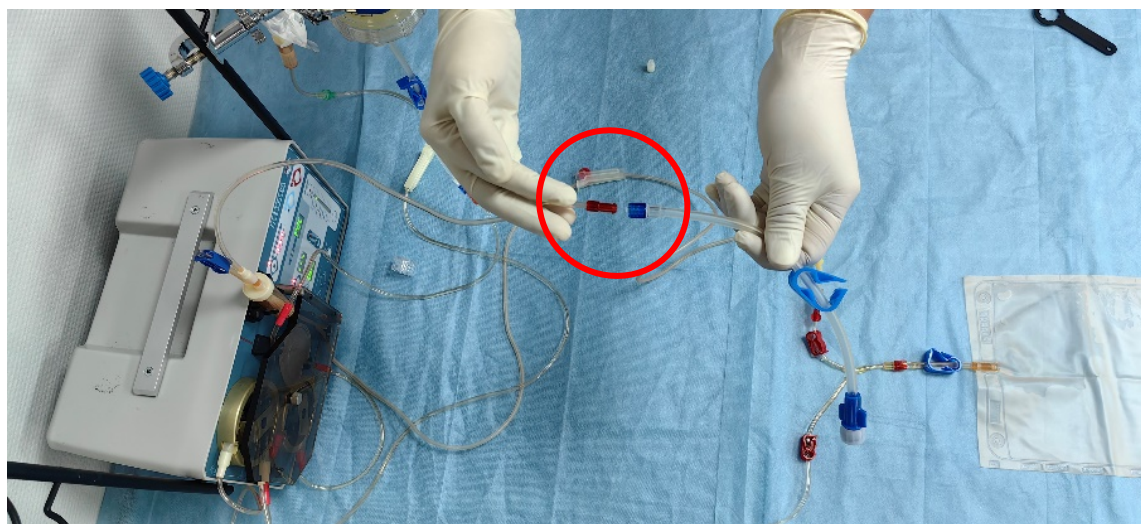
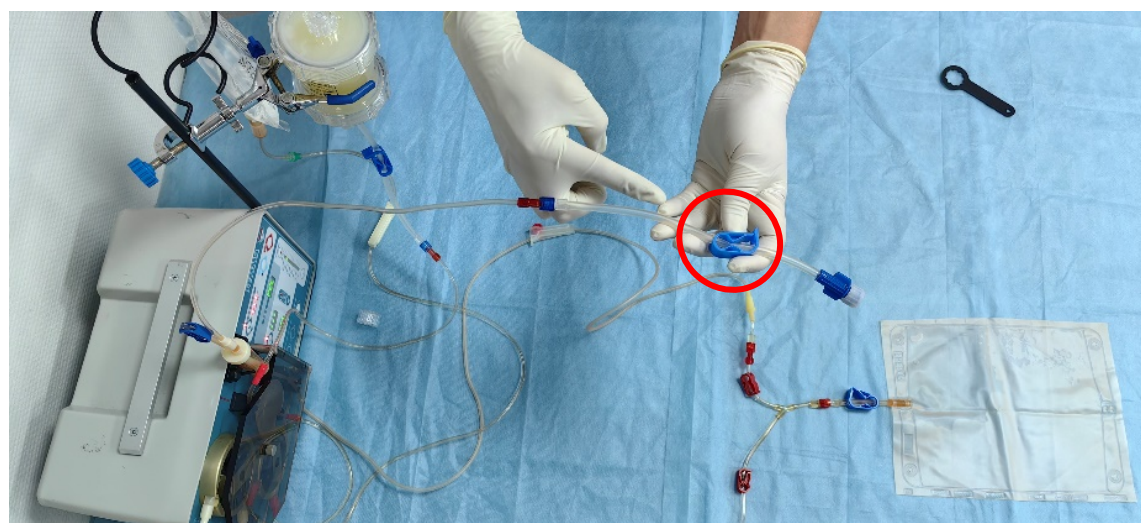

Рисунок 3.23
Рисунок 3.24
- 3.12. Подсоедините воздушную ловушку линии возврата магистрали с адаптером-переходником (входит в комплект с колонкой) (рис. 3.23). Закройте зажим на адаптере-переходнике (рис. 3.24)